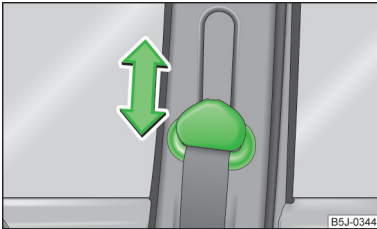

Abb. 112
- Den Umlenkbeschlag drücken und in die gewünschte Richtung nach oben oder unten schieben » Abb. 112.